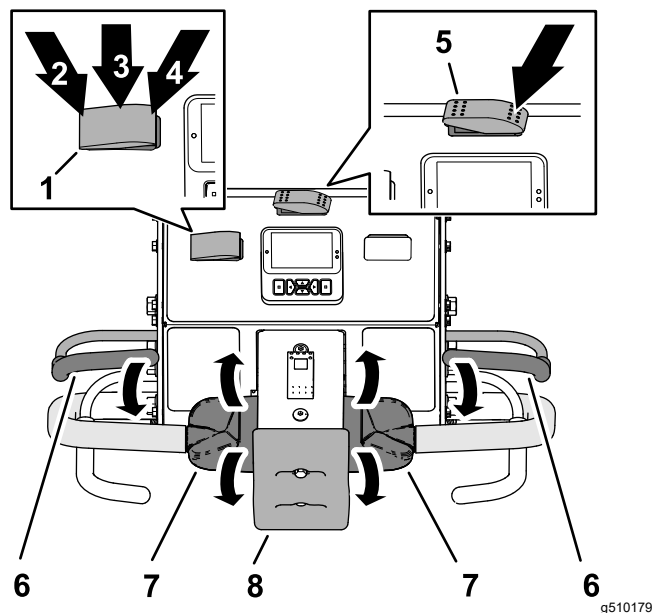

Figura 74
1. Pulse el interruptor de transporte/aireación hasta la posición de TRANSPORTE (Figura 74).